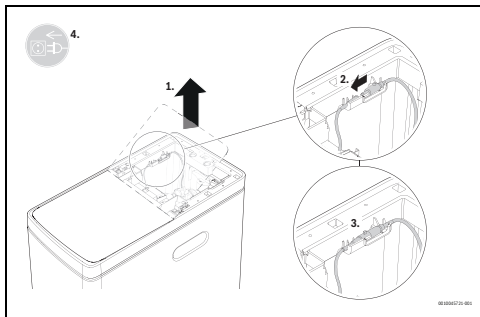

Bild 7
1. Steckverbinder des Netzteils mit Stromanschluss des Regelventils verbinden. In die Halterung in der Rahmenmitte einlegen und Gerätedeckel schließen (→ Abb. 7).